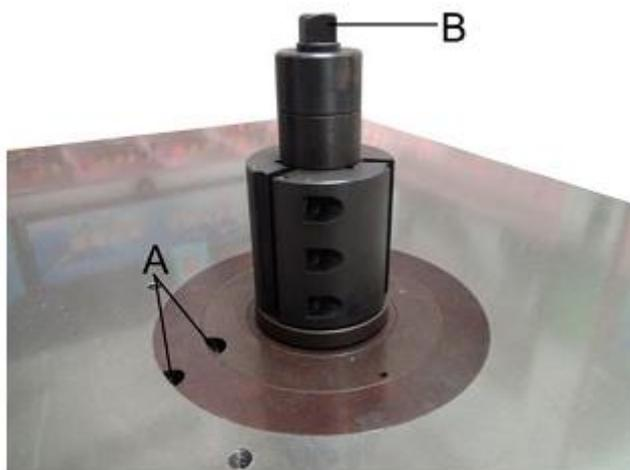

Рис. 8 Удаление и установка кольца стола
3. Поднимите кольцо пальцем за паз (А, Рис. 8)